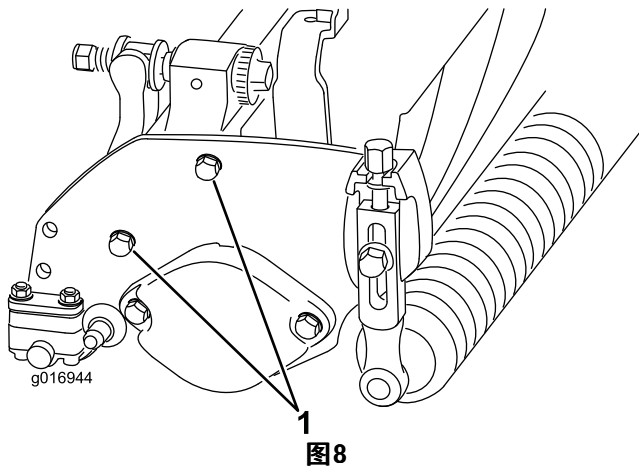

图8
**注意：** 后滚筒相对滚刀的位置通过组装部件的加工公差进行控制，无需调节平行。将滚刀组放在平板上并松开侧板安装螺栓，可以进行轻微的调整（图8）。调整完毕后旋紧螺栓。